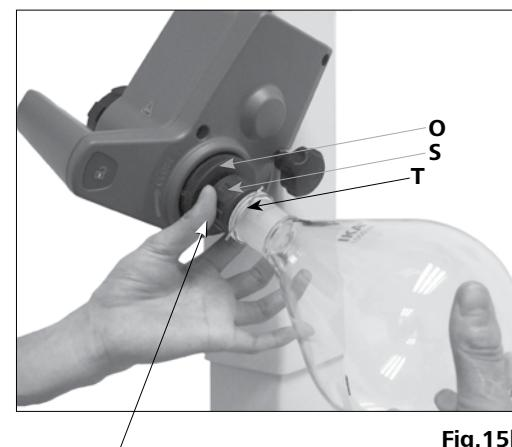

Fig.15b
- Tournez l'écrou en plastique (**P**) avec le collier (**S**) dans le sens inverse des aiguilles d'une montre jusqu'à ce que le collier repose sur la bride. (Fig. 15b)